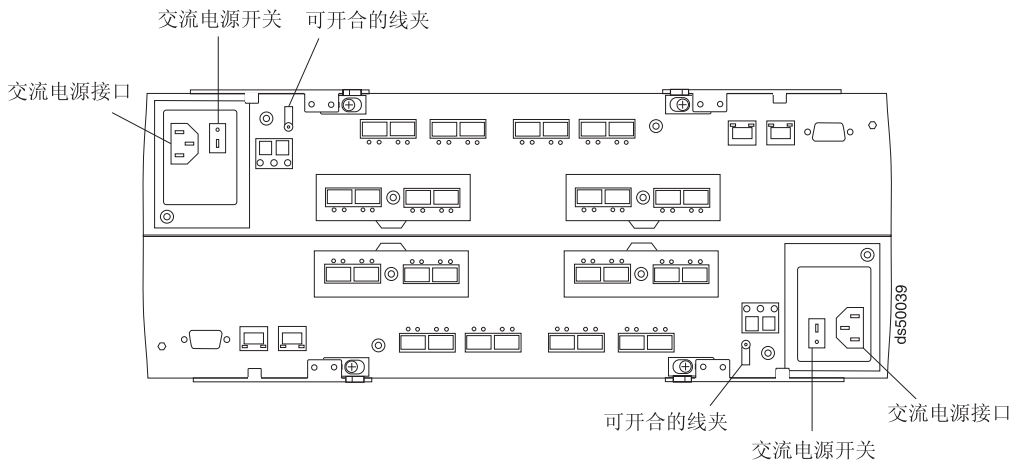

图 101. 交流电源开关和交流电源接口
2. 如果您还没有这样做，请关闭机箱中每个存储子系统和存储扩展机柜上的所有电源开关。图 101 显示存储子系统上电源开关和接口的位置。